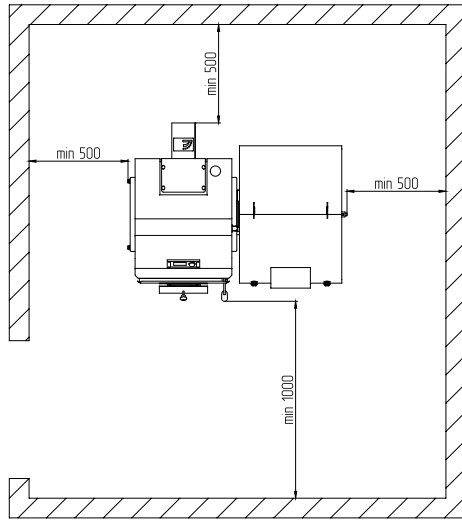

Рис.7 Расположение котла в помещении котельной
6.1.11. Расположение котла в помещении с учетом необходимого для обслуживания пространства показано на (Рис.7).